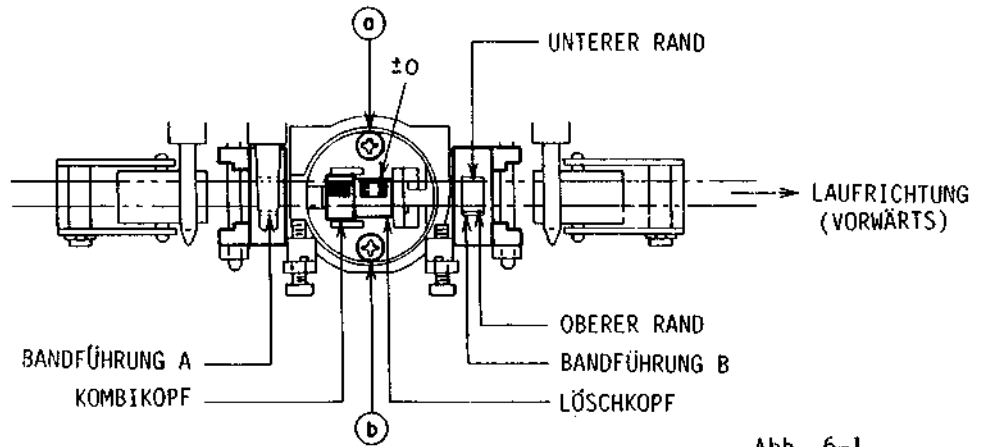

Abb. 6-1
## 6-1 BANDFÜHRUNGS-EINSTELLUNG (Siehe Abbildung 6-1 und 6-4)
- 5) Ein evtl. erforderlicher Kopfaustausch wird leicht gemacht, indem man nur die Schrauben (a) und (b) in Abbildung 6-1 löst.